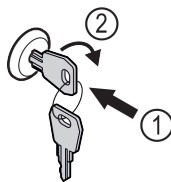

Fig. 80 Représentation à titre d'exemple
- Insérer la clé Fig. 80 (1).
- Tourner la clé à 90° dans le sens horaire Fig. 80 (2).